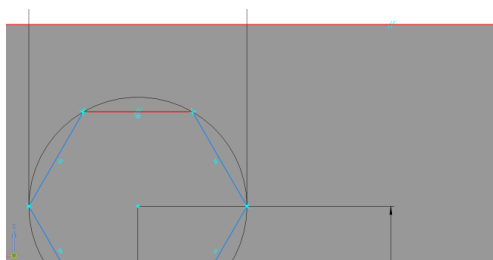

Рис. 19 Ограничение «Параллельность» на сторону шестиугольника и горизонтальный отрезок
- **Инструменты эскиза – Геометрия – Многоугольник.** Параметры команды: размерные зависимости – шестиугольник (способ построения «По описанной окружности» диаметра 18 мм). Для определенности эскиза задать положение первого элемента (центр описанной вокруг шестиугольника окружности имеет координаты (65, 0,10)). Наложить ограничение «Параллельность» на сторону шестиугольника и горизонтальный отрезок (рис. 19).